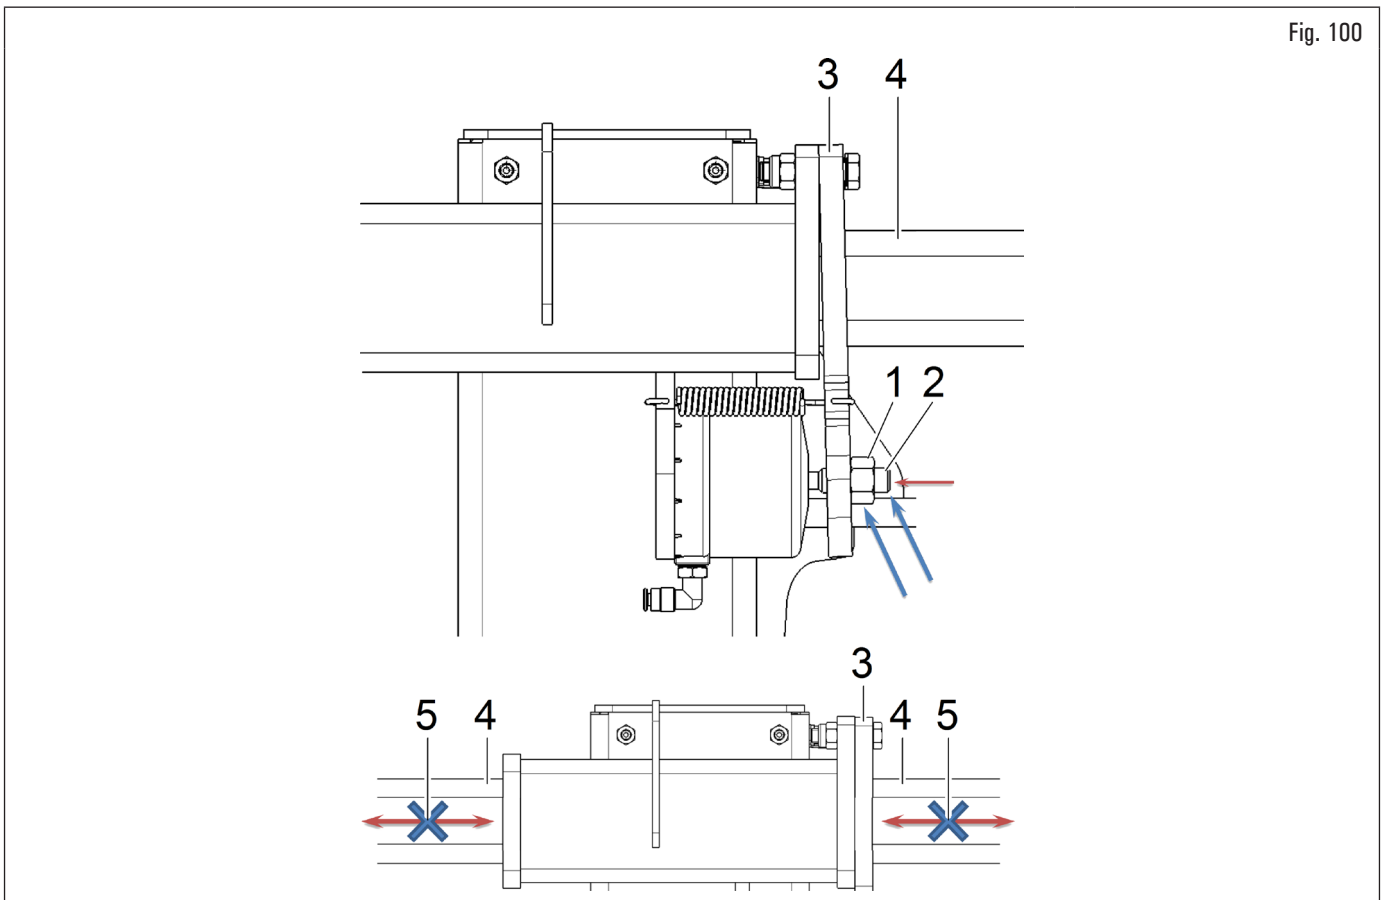

Fig. 100
3. aflojar la contratuerca (Fig. 100 ref. 1) del tornillo sin cabeza de registro (Fig. 100 ref. 2). Luego, atornillar el tornillo sin cabeza (Fig. 100 ref. 2) hasta el frotamiento del dispositivo de bloqueo (Fig. 100 ref. 3) en el brazo (Fig. 100 ref. 4), que de esta manera resulta bloqueado (Fig. 100 ref. 5);